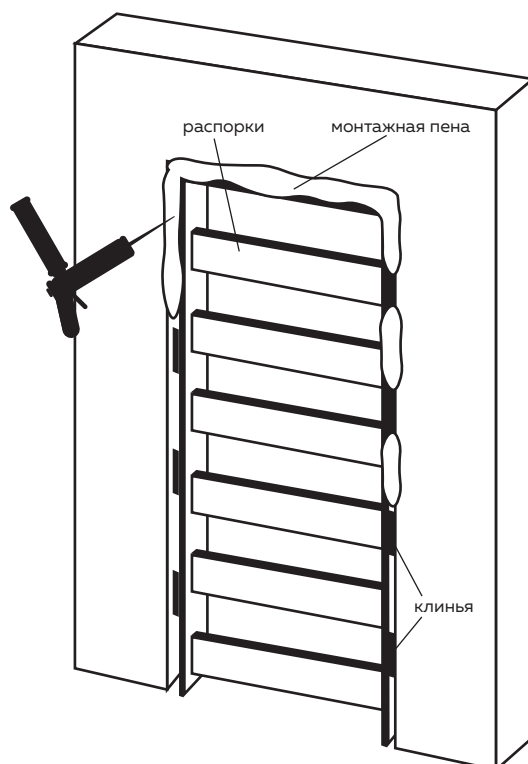

Рис. 3
4. УСТАНОВКА ДВЕРНОГО БЛОКА В ПРОЁМ (Рис. 3)